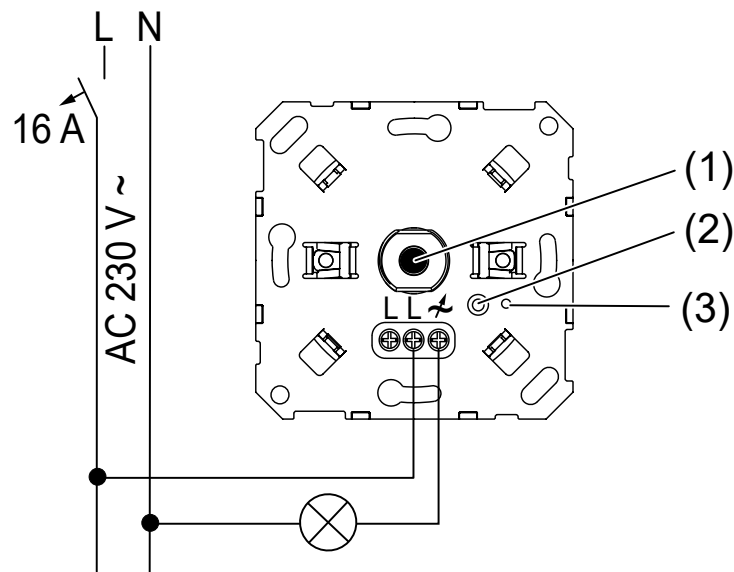

Bild 1: Anschlussplan
- Dimmer gemäß Anschlussbild (siehe Bild 1) anschließen.